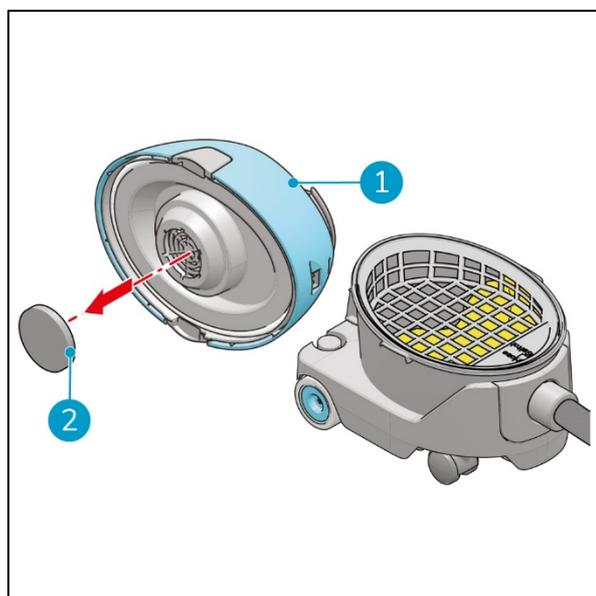

Figure 19
4. Placez le capot sur une surface plane (Figure 19, pos. 1).
5. Retirez l'ancien filtre du moteur (Figure 19, pos. 2).
6. Placez le nouveau filtre du moteur (Figure 19, pos. 2).